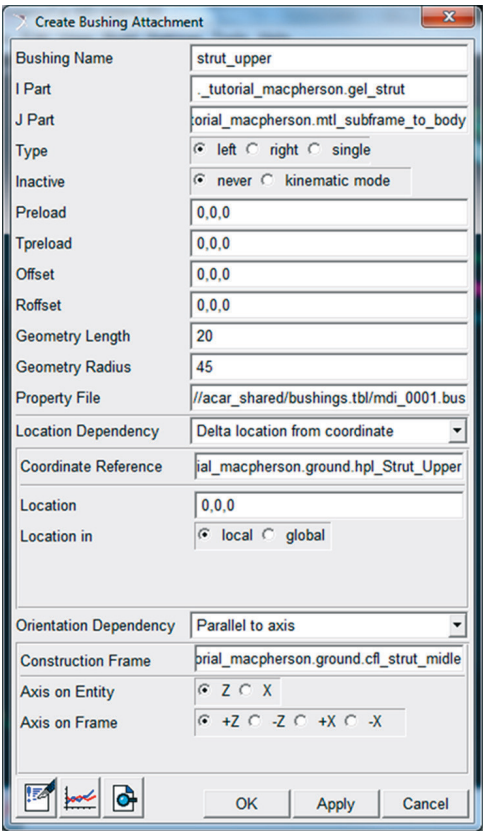

Figura 4.107 – Criação da terceira bucha.
- Preencha os campos da janela *Create Bushing Attachment*, conforme mostrado na Figura 4.107. Note que essa bucha está localizada entre a suspensão e o chassi, uma vez que envolve o *General Part* “gel\_strut” e o *Mount* “mtl\_subframe\_to\_body”.